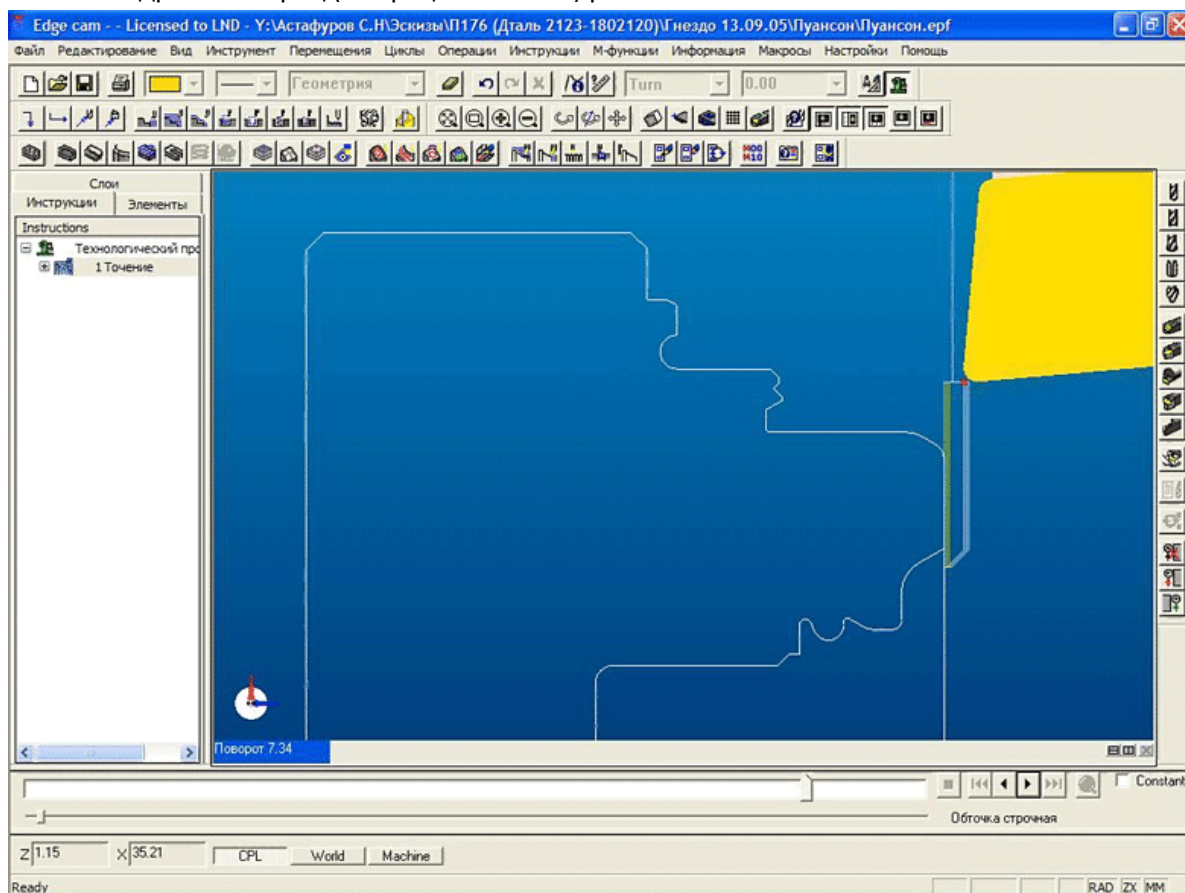

Рис. 10. Edgcam. Подрезаем торец.
10. Подрезаем торец (Операция точение) рис. 10